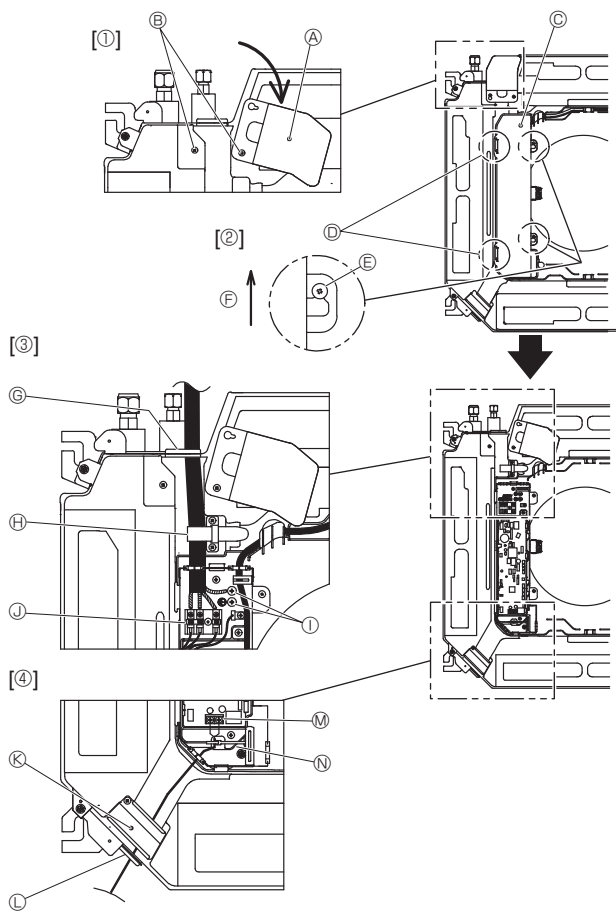
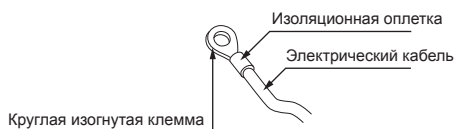
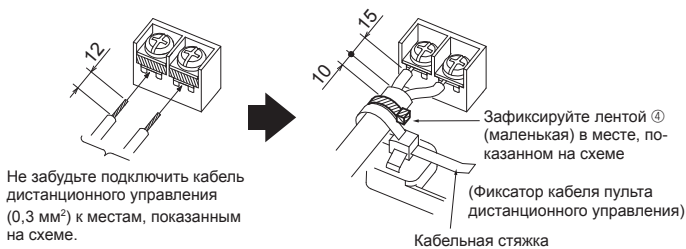

Fig. 6-1
Fig. 6-2
Fig. 6-3
6.1. Внутренний прибор (Fig. 6-1)
1. Ослабьте 2 винта, обеспечивающих фиксацию сервисной панели электропроводки, а затем поверните ее. [Fig. 6-1 ①]
2. Ослабьте 2 винта, крепящих крышку распределительного щита, а затем сдвиньте ее. [Fig. 6-1 ②]
3. Проложите силовую кабель, соединительный кабель внутреннего/наружного прибора и кабель заземления через вводы проводки, указанные на диаграмме. [Fig. 6-1 ③] Поместите экранированную часть силового кабеля и внутреннего/наружного соединительного кабеля в распределительный щит. Используйте круглые изогнутые клеммы как клеммы внутреннего/наружного соединения и дополнительный комплект клемм источника электропитания. [Fig. 6-2] В случае невозможности использовать круглые изогнутые клеммы, следуйте порядку, указанному на Fig. 6-3–6-6. По вопросам подключения см. п. 6.1.1. и 6.1.2.
4. Проложите кабель управления через вводы проводки, указанные на диаграмме. [Fig. 6-1 ④, Fig. 6-3] По вопросам подключения см. п. 6.1.1. и 6.1.2.